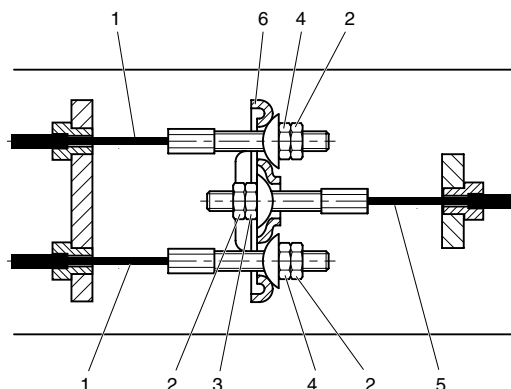
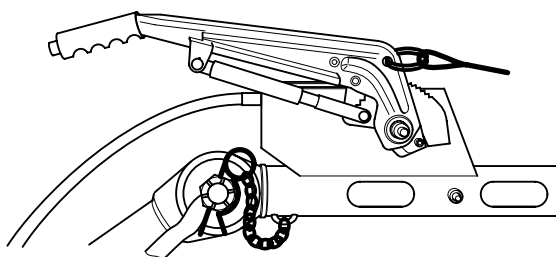

Рис. 5.7 Регулировка тормозного троса
Рис. 5.8 Рычаг ручного тормоза в нижнем положении – тормоз не работает
Проверьте положение стабилизатора (Рис. 5.7, 6) при включенном стояночном тормозе.
Проверьте все контргайки (Рис. 5.7, 2).
1. В состоянии, когда буксирная проушина вытянута в крайнее положение, а рычаг ручного тормоза в нижнем положении (Рис. 5.8), ослабьте контргайки (Fig. 5.7, 2). Закрутите регулировочные гайки и гайки тормозного троса (Рис. 5.7, 4) по часовой стрелке, пока в тормозном механизме не будут выбраны зазоры.
Стабилизатор (Рис. 5.7, 6) должен оставаться перпендикулярно главному тормозному тросу (Рис. 5.7, 5).
2. Включите несколько раз рычаг ручного тормоза и повторите регулировку. Зафиксируйте гайки контргайками (Рис. 5.7, 2). Уберите домкрат и блоки.